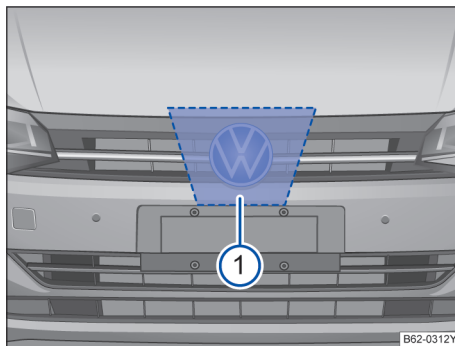

图 100 雷达传感器
为探测交通情况，VW 标志后方的散热器格栅内安装有一个雷达传感器→图 100 ①。因此可识别最远约 100 m 的前车。
雷达传感器前方和四周的区域→图 100 不得被贴签、附加大灯、牌照装饰框或其他类似物体遮盖，因为这样做可能会影响车前测距监控系统的功能。